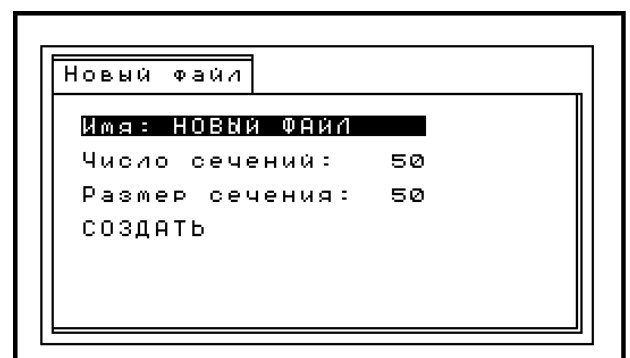

Рис. 4.2. Вид экрана УДТ-40 при задании параметров нового файла.
**Шаг 3:** Нажимая или , выберите параметр "Создать файл". Нажмите . Прибор перейдет в режим создания файла. Экран толщиномера при этом будет иметь вид, представленный на рис. 4.2. На экране отображено меню параметров файла.